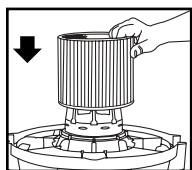

FIGURA 17
22. Con la tapa del depósito en posición invertida, deslice el filtro de cartucho hacia abajo sobre el alojamiento de la tapa, empujando hasta que el filtro se selle contra la tapa. **FIGURA 17.**